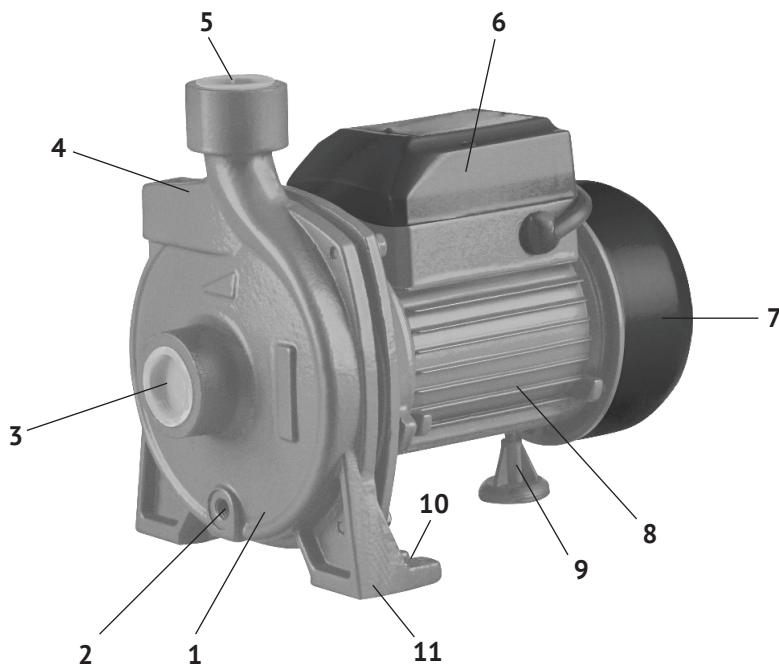

рис. 1
Насос – гидравлическая машина, преобразующая механическую энергию приводного двигателя в энергию жидкости, обеспечивающую её движение. Привод насоса осуществляется однофазным асинхронным двигателем переменного тока (рис.1 поз.8). На якорь двигателя крепится латунное рабочее колесо (крыльчатка) насоса, расположенное в чугунном корпусе (рис.1 поз.1).
На корпусе насоса указано направление вращения рабочего колеса. Входное (всасывающее рис.1 поз.3) и выходное (нагнетающее рис.1 поз.5) отверстия имеют внутреннюю резьбу G1.
1.6 Общий вид насоса представлен на рис.1
- для уменьшения вибрации рекомендуется закрепить насос, используя 2 паза (рис.1 поз.10) в опорных лапках (рис.1 поз.11);
3.1.2 После электрического подсоединения, коробка клеммная (рис.1 поз.6) должна быть плотно закрыта, чтобы избежать попадания в неё влаги;
3.1.5 Труба (шланг) всасывающей магистрали присоединяется к входному резьбовому (G1) отверстию (рис.1 поз.3). При монтаже её горизонтального участка необходимо обеспечить непрерывный угол подъёма от источника водозабора до насоса (не менее 1° к горизонту). Обратные углы не допускаются (во избежание образования воздушных пробок). Следует иметь в виду, что наибольший напор, который насос сможет обеспечить в месте его установки, будет меньше максимального напора, указанного в технических характеристиках (13 м), на величину
3.1.7 Труба напорной магистрали присоединяется к выходному резьбовому отверстию (рис.1 поз.5). Резьбовые соединения трубопроводов следует выполнять с применением сантехнических средств (фторопластовая лента, пакля с пастой и т.п.), для надёжной герметизации.